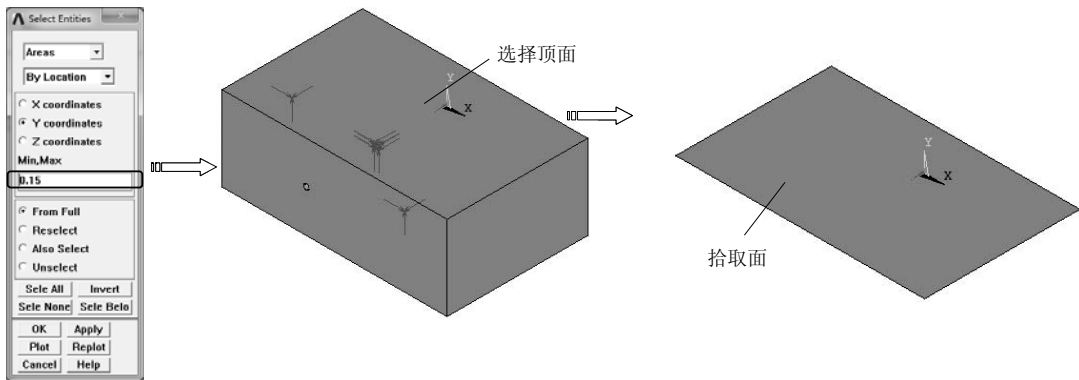

图 10-93 通过位置拾取面
- 7) 选择“Utility Menu> Select>Entities”命令，弹出“Select Entities”对话框，选择拾取对象为“Areas”，拾取方式为“By Location”，选中“Y coordinates”单选按钮，在“Min, Max”文本框中输入坐标值 0.15，单击“OK”按钮完成面选取，如图 10-93 所示。